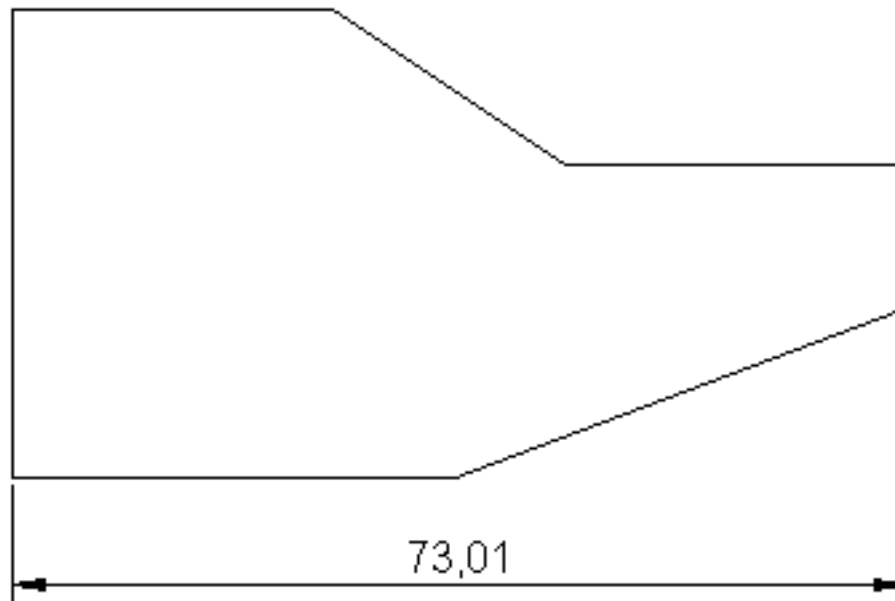

Рис. 5.5. Горизонтальный размер, созданный с помощью указания определяющих точек
6. Разместите размерную линию так, как показано на рис. 5.5. После этого AutoCAD завершит выполнение команды DIMLINEAR.